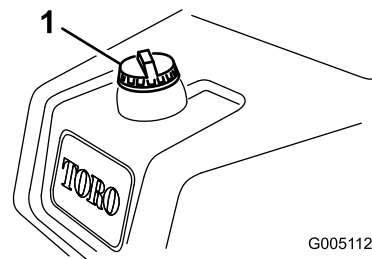

Figura 25
1. Limpe a zona em redor da tampa do depósito de combustível e retire-a (Figura 25).